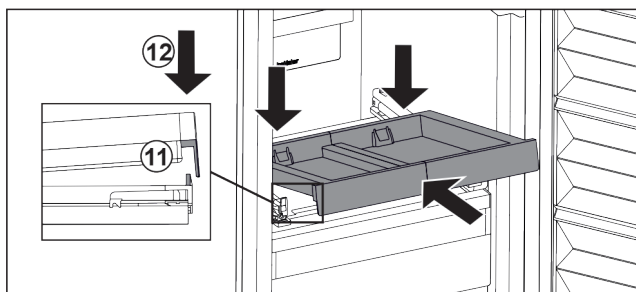

Fig. 143
- Tolja be ferdén. Ügyeljen arra, hogy az ütköző mindkét oldalon a fül mögé kerüljön. Fig. 143 (11)
- Helyezze le a kihúzható rács elejét. Fig. 143 (12)